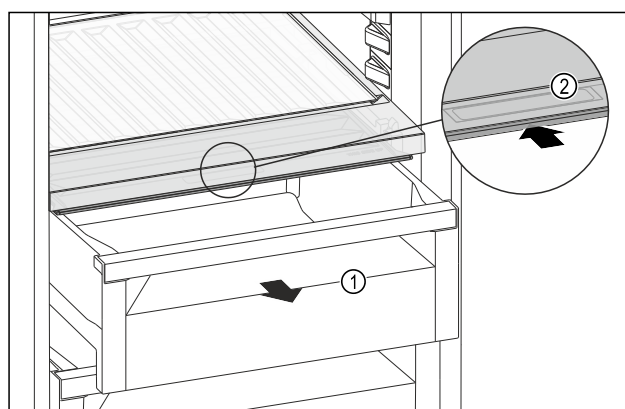

Fig. 180
- Schubfach Fig. 180 (1) herausziehen.
- Griffmulde Fig. 180 (2) am Fachdeckel anfassen und Fachdeckel gleichzeitig nach hinten schieben.